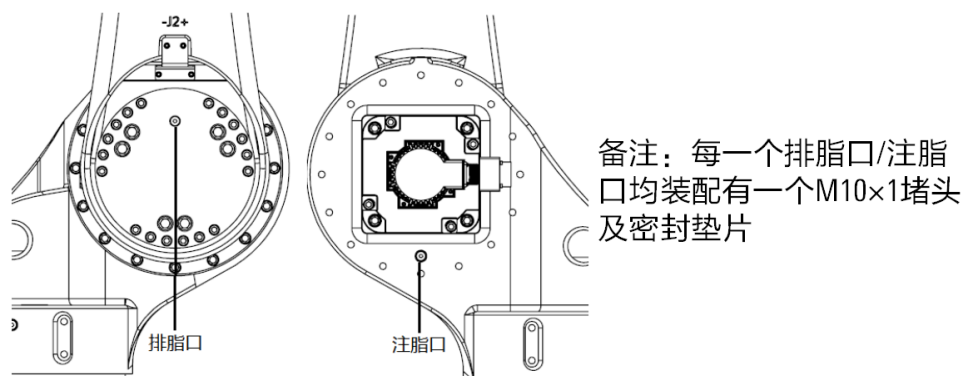

图 10-7 更换 J2 轴减速器润滑脂
- 步骤4.** 卸下排脂口 M10x1 堵头及密封垫片，如图 10-7 所示。